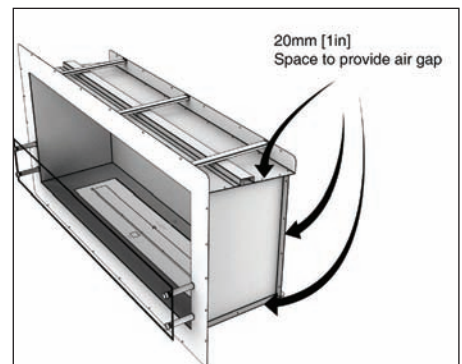

ABB.3
- Sie müssen auf allen Seiten über eingebaute Abstandhalter von 20 mm [0,8 Zoll] verfügen, um sicherzustellen, dass sie nicht direkt mit brennbaren Materialien in Berührung kommen. Um die Firebox muss zur Isolation ein Luftspalt vorgesehen sein. (ABB. 3)